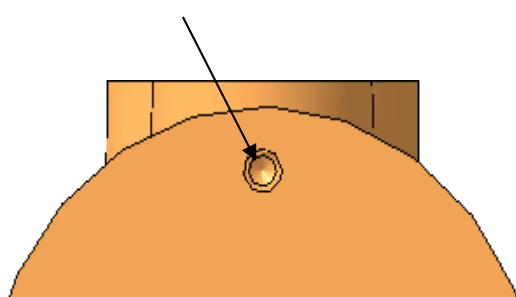

Рис. 16
- выберите способ позиционирования  **По координатам**, задайте координаты **X: 0, Y: -83** (рис. 16) и нажмите кнопку  **Создайте объект**;
- в диалоговом окне **Библиотека Стандартные Изделия** дважды щелкните в поле **Диаметр резьбы** и в окне **Выбор типоразмеров и параметров** задайте **Диаметр резьбы 3мм, Шаг резьбы 0,5мм**, выберите нужную строку, нажмите **OK** и **Применить**. Будет сгенерировано резьбовое отверстие (рис. 16).